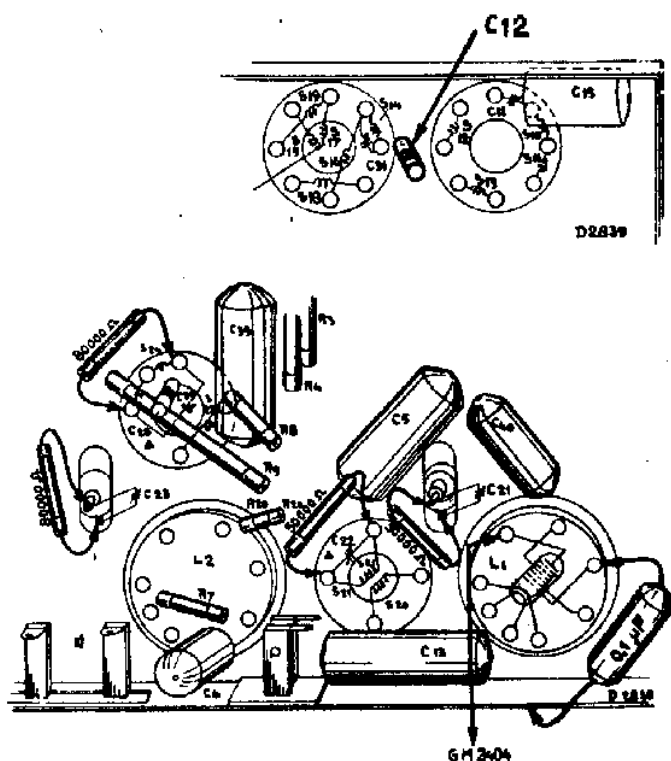

Fig. 3
5. C22 overbruggen met een weerstand van 50000 ohm; en C23 met een weerstand van 80000 ohm (zie fig. 3).
8. C21 shunten met een weerstand van 50000 ohm, en C24 met 80000 ohm (zie fig. 3).
3. Aperiodische versterker GM 2404 aansluiten aan anode van L1 (zie fig. 3).
5. Eerste rooster van de menglamp aarden via condensator van 0,1  $\mu\text{F}$  (zie fig. 3).
11. C12 trimmen op maximum output (zie fig. 3).